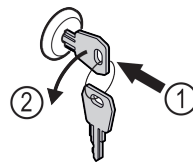

Fig. 165
- ▶ Dugja be a kulcsot. Fig. 165 (1)
- ▶ Forgassa el a kulcsot 90°-kal az óramutató járásával ellenkező irányba. Fig. 165 (2)